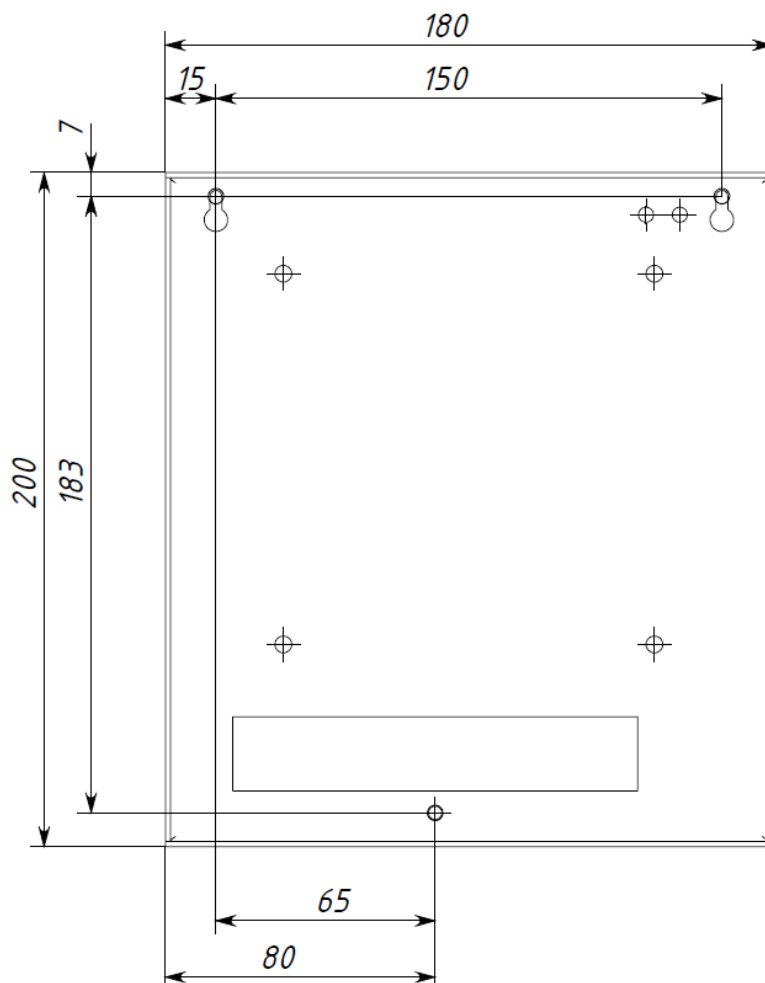

Рисунок 2. Разметка отверстий для монтажа контроллера
3. Произведите разметку и разделку отверстий на установочной поверхности для крепления корпуса контроллера и подводки кабелей согласно рис. 2. Осуществите прокладку кабелей связи, питания и *Ethernet* к месту установки контроллера.